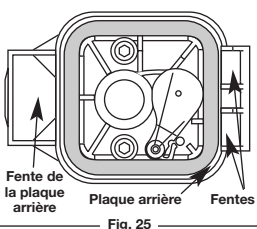

Fig. 25
- Remplacez le filtre et l'écran (Fig. 25).
- Réplacez le couvercle du filtre à air. Placez les crochets à droite du filtre à air dans les fentes situées à droite du boîtier du filtre à air (Fig. 25).
- Pivotez le couvercle vers l'arrière jusqu'à ce que la languette du couvercle du filtre s'enfonce d'un déclic dans la fente sur le côté gauche du boîtier du filtre (Fig. 25).
- Nettoyez toute saleté autour du cache-culbuteur. Retirez la vis retenant le cache-culbuteur à l'aide d'un tournevis à lame plate large ou à mèche no. T-25 Torx (Fig. 25). Enlevez le cache-culbuteur et le joint.